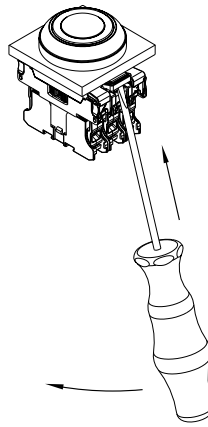

Fig. 10
1. Desmontaje del portacircuitos de la brida de montaje (véase fig. 10): Colocar el destornillador en el saliente de encaje de la brida de montaje. Mediante un ligero movimiento del destornillador en dirección del elemento del contacto, apretar el saliente hacia afuera. De esta manera el portacircuitos se separa de la brida de montaje. Este proceso debe repetirse en el lado opuesto.